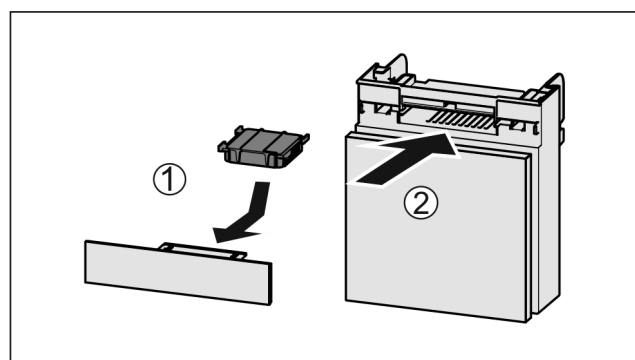

Fig. 130
- ▶ 按图装入 Fig. 130 (1) 活性炭过滤器。
- ▶ 推入 Fig. 130 (2) 抽屉。